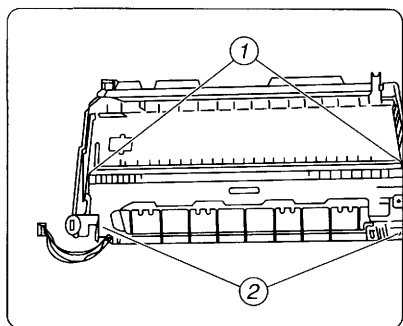

Рис. 15. Снятие защелок 1 и штифта 2 лампы сканирования
- отогните две защелки 1 и штифт 2 (см. рис. 15);